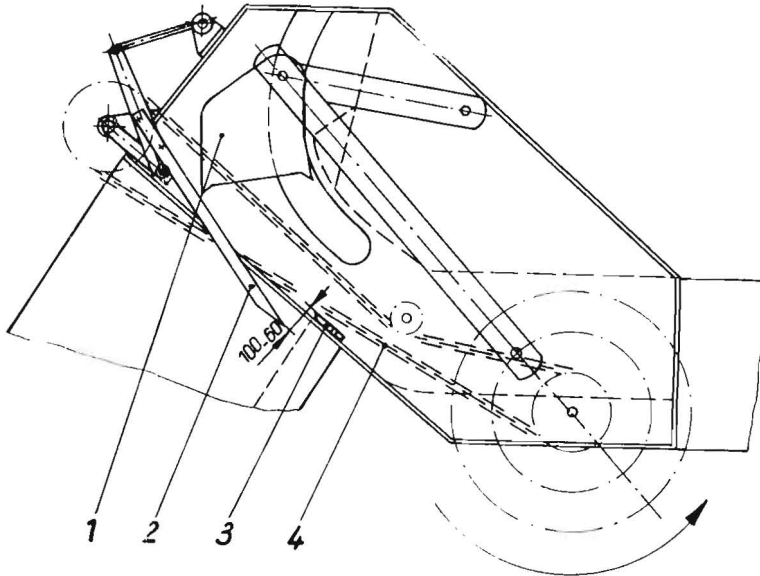

Bild 17
Zunächst ist durch Drehen des Schwungrades der Preßkolben (1) auf den oberen Totpunkt zu heben. Dann wird der Zubringer so gedreht, daß seine Zinkenspitzen (2) im Bereich 100–60 mm vor den Bodenmessern (3) stehen. In dieser Stellung wird die Rollenkette (4) aufgelegt (Bild 17).
Beim Auflegen ist zu beachten, daß der Zubringer richtig eingestellt wird (siehe Bild 17). Die Kette muß immer gut gespannt und das Steckglied richtig gesichert sein. (Öfter kontrollieren!)
Ersatzglied einsetzen, Rollenkette so auflegen, daß bei höchstem Stand des Preßkolbens die Zubringerspitzen 100—60 mm vor den Bodenmessern stehen (siehe Bild 17).